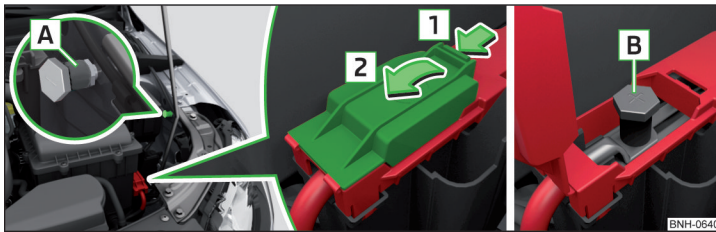

Abb. 172 Massepunkt und Pluspol bei Fahrzeugen mit der Fahrzeugbatterie im Gepäckraum
Der Pluspol **B** befindet sich unter einer Abdeckung im Motorraum » Abb. 172.
- Die Pluspolklemme des Starthilfekabels an der Position **B** » Abb. 172 anklemmen.